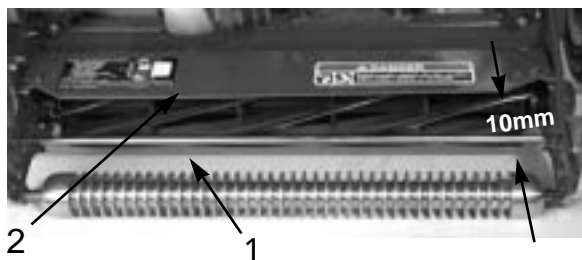

図 18
1. 前サポート・ロッド上面からシールドの前リップまでの距離をカッピングユニットの両端で測る（図18）。